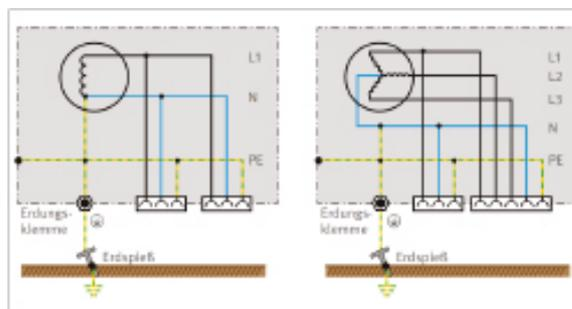

Abb. 4 Stromerzeuger 1- und 3-phasig mit Erdungsanschluss (PE)
2. Stromerzeuger mit Erdungsanschluss (Abb.4) Der herausgeführte PE ist im Stromerzeuger mit einem aktiven Leiter verbunden.